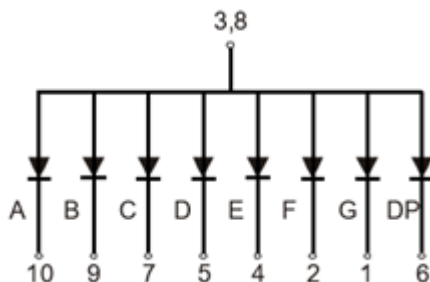

Рис. 3. Принципиальная электрическая схема семисегментного индикатора GNS-3911BU
4) По принципиальной электрической схеме семисегментного индикатора (рис. 3), определить тип управляющего сигнала для включения светодиодов индикатора (логический «0» или логическая «1»).